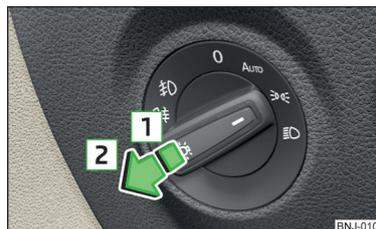

Fig. 50
- Ruotare l'interruttore luci in posizione ☼D, **AUTO** oppure ☼☼ » fig. 50.
- Ruotare l'interruttore luci in posizione ☼D o **AUTO** oppure ☼☼ » fig. 50.